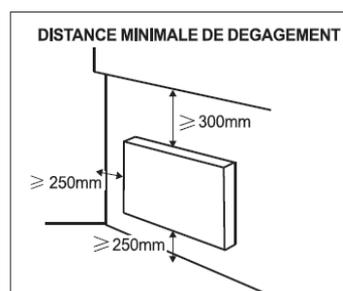

FIG 1
- Respectez les distances minimum de dégagement comme indiqué dans la Fig. 1.